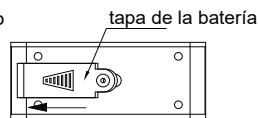

Fig.2
- Deslice la tapa de las pilas 2 mm (Fig.2) y retírela.